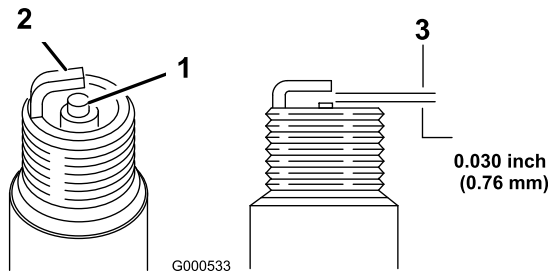

Figure 29
5. Réglez l'écartement des électrodes à 0,76 mm (Figure 29).